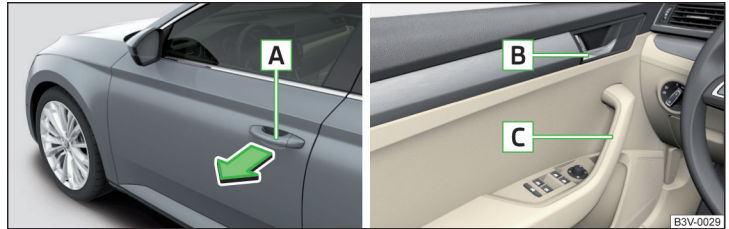

Abb. 34 Türgriff/Türöffnungshebel
- Zum **Öffnen von außen** das Fahrzeug entriegeln und am Türgriff **A** in Pfeilrichtung ziehen » Abb. 34.